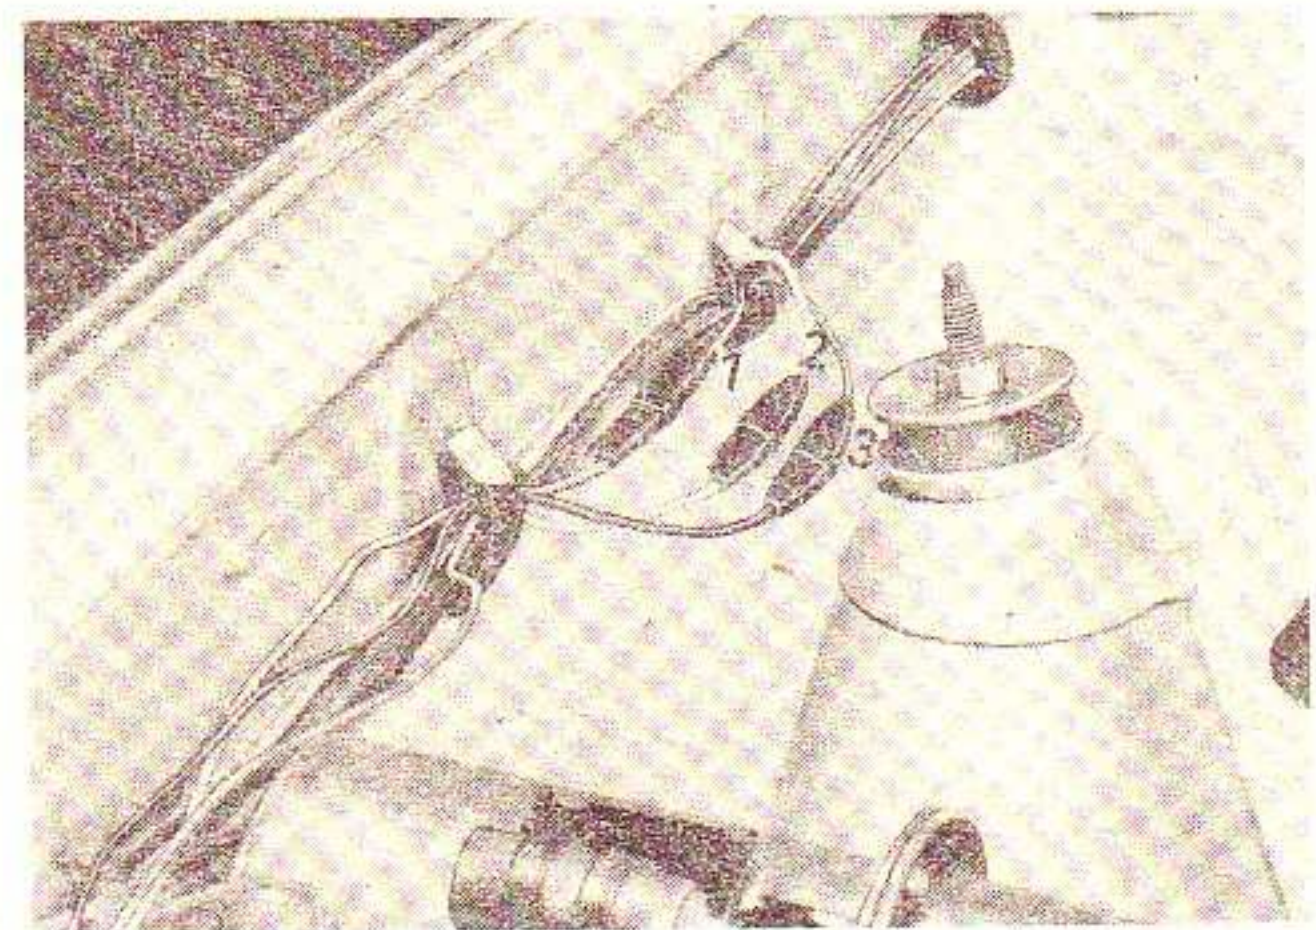

Bild E 2. Kabelverbindung (KMVA)
- Kabelverbindung im Motorraum (Bild E 2) Leitung grün und weiß auftrennen.